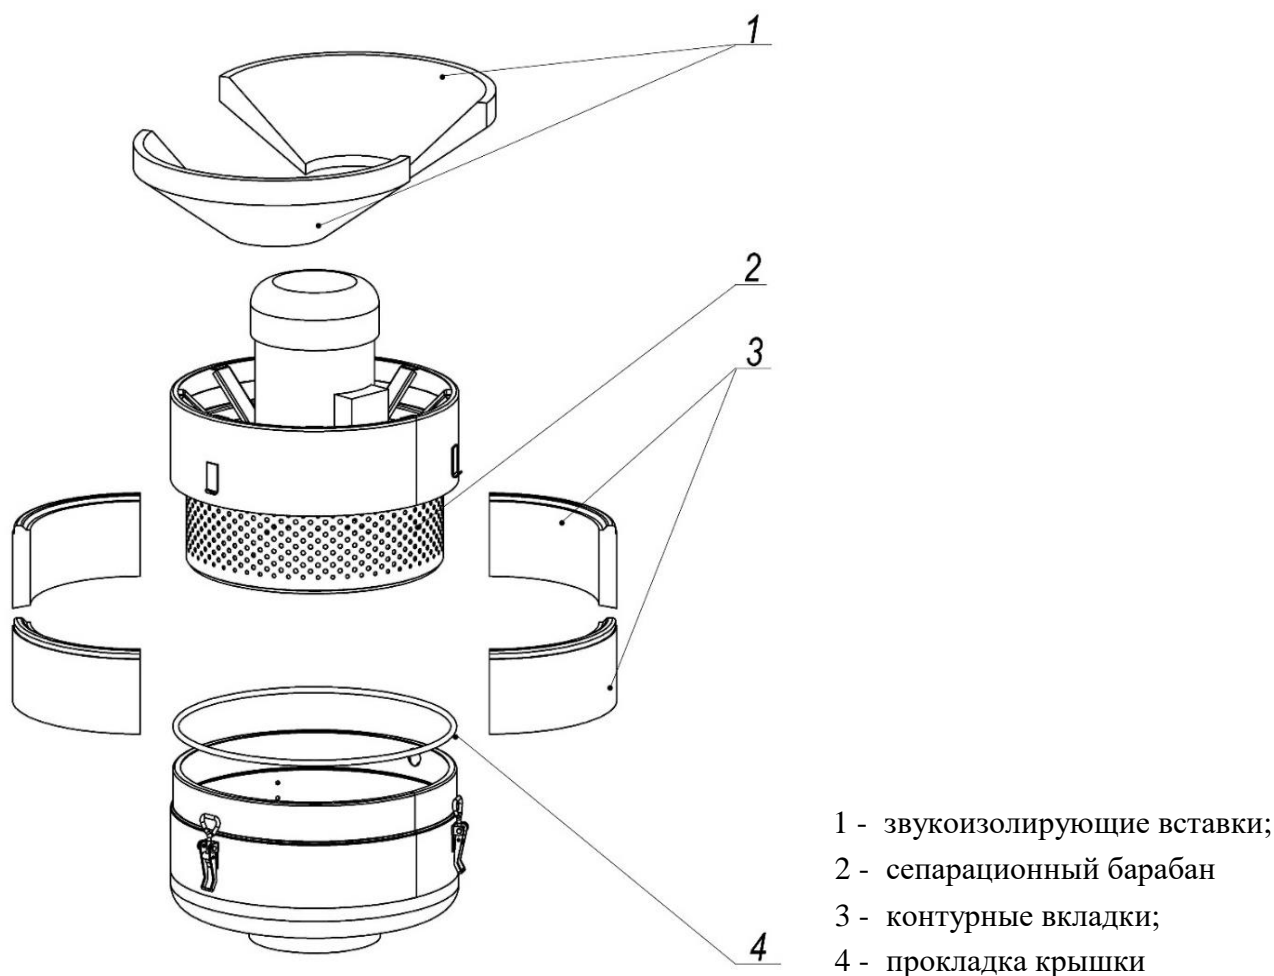

Рисунок 5
- 2) достать старое уплотнение крышки (рисунок 5, поз.4), очистить контактные поверхности;